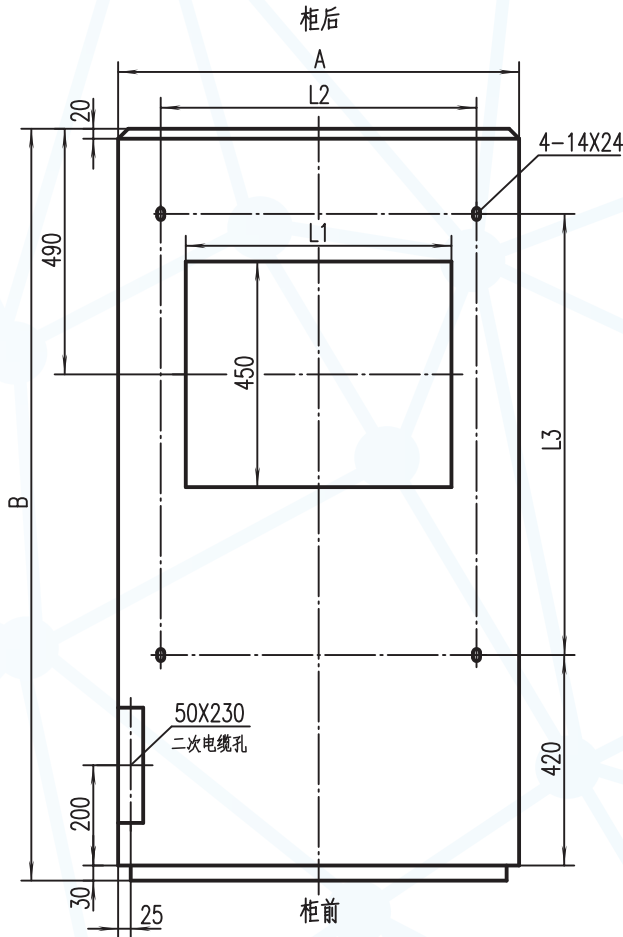

图3 开关设备安装尺寸示意图
- 8.2.1 设备的安装基础尺寸与安装尺寸详见图2，图3。